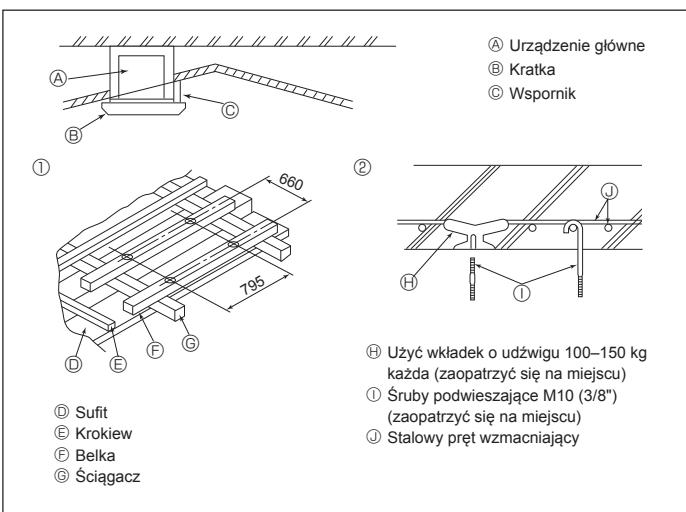

Rys. 3-3
3.3. Położenie rur czynnika chłodniczego i spustowej w jednostce wewnętrznej (Rys. 3-3)